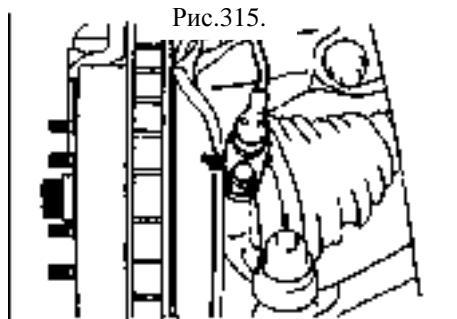

Рис.315.
- (б) Установите датчик скорости на поворотный кулак болтами (рис.315).